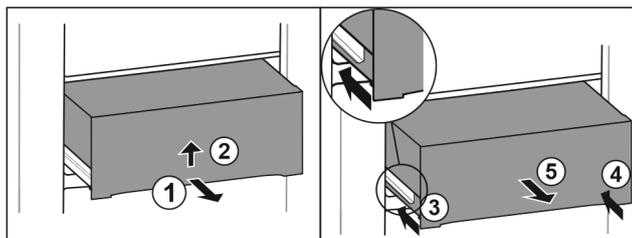

Fig. 31
- ▶ Zásuvku napůl vytáhněte. Fig. 31 (1)
- ▶ Zvedněte zásuvku na spodní straně. Fig. 31 (2)
- ▶ Zasuňte levou kolejničku. Fig. 31 (3)
- ▶ Zasuňte pravou kolejničku. Fig. 31 (4)
- ▶ Vyměňte zásuvku dopředu. Fig. 31 (5)